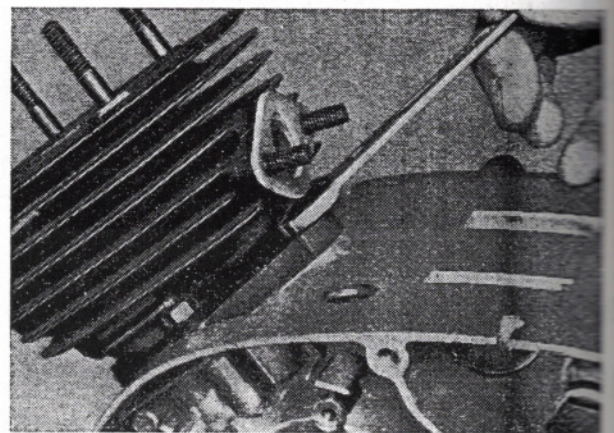
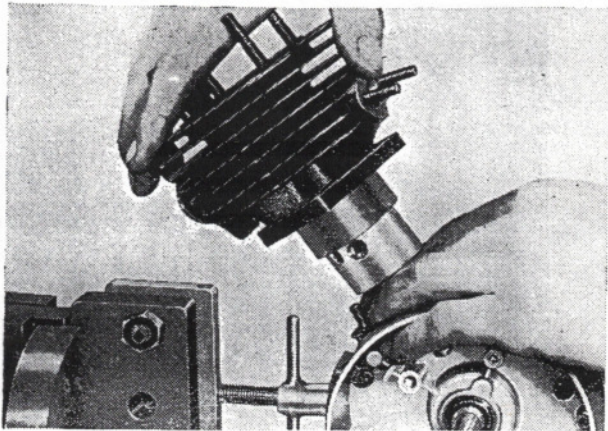

Abb. 23 Zylinderfußmuttern abschrauben
Abb. 24 Zylinder abnehmen
1. Die 4 Sechskantmutter M 6, zur Befestigung des Zylinderkopfes, mit Steckschlüssel (SW 10) abschrauben (siehe Abb. 23), Zylinderkopf mit den 4 Federscheiben B 6 abheben und Zylinderkopfdichtung abnehmen.
2. Die 4 Sechskantmutter M 6 am Zylinderfuß von den Stiftschrauben abschrauben (wie Abb. 23 zeigt). Federscheiben bzw. Federringe abnehmen und Zylinder abziehen. (Siehe Abb. 24.)